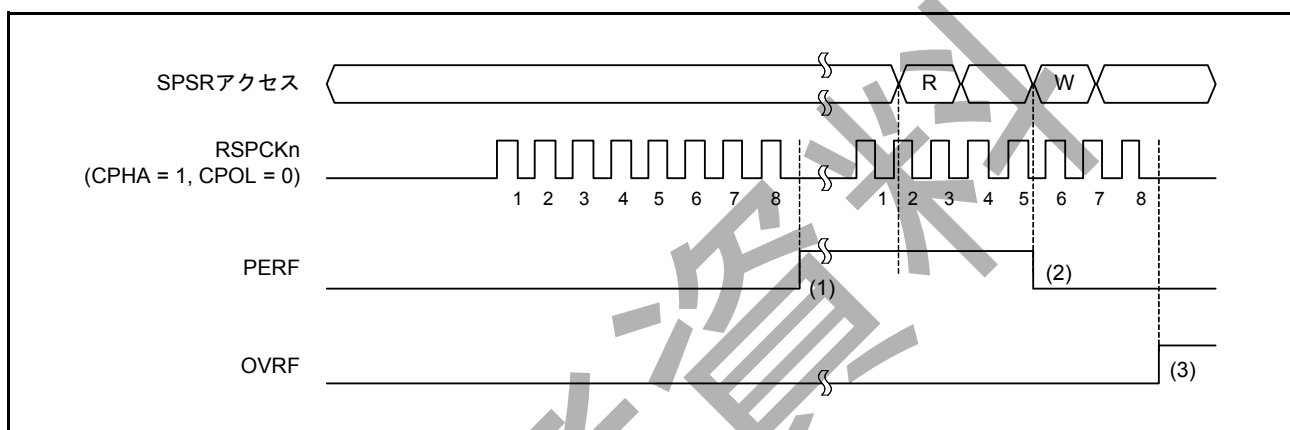

図 33.31 PERF フラグの動作例
図 33.31 に、OVRF フラグと PERF フラグの動作例を示します。図 33.31 に記載の“SPSR アクセス”は、SPSR レジスタへのアクセス状況を示しています。“W”は書き込みサイクル、“R”は読み出しサイクルを示しています。図 33.31 の例では、SPCR.TXMD ビットが 0、SPCR2.SPPE ビットが 1 の状態で全二重同期式シリアル通信を行います。SPCMDm.CPHA ビットが 1、SPCMDm.CPOL ビットが 0 の設定で、SPI が 8 ビットのシリアル転送を実行しています。RSPCKn 波形の下に記載した数字は、RSPCK サイクル数 (= 転送ビット数) を示しています。
以下に、図 33.31 の (1) ~ (3) に示したタイミングでのフラグの動作内容を説明します。
- (1) SPI がオーバーランエラーを検出せず、シリアル転送が終了すると、SPI はシフトレジスタのデータを受信バッファにコピーします。このとき、SPI が受信データをチェックし、パリティエラーを検出すると PERF フラグを 1 にします。マスターモードの場合、SPI は SPCMDm レジスタに対するポインタの値を SPSSR.SPECM[2:0] ビットにコピーします。
- (2) PERF フラグが 1 の状態で SPSR レジスタを読んだ後、PERF フラグに 0 を書くと、PERF フラグは 0 になります。
- (3) SPI がオーバーランエラーを検出し、シリアル転送が終了すると、シフトレジスタのデータを受信バッファにコピーしません。このとき、SPI はパリティエラーを検出しません。